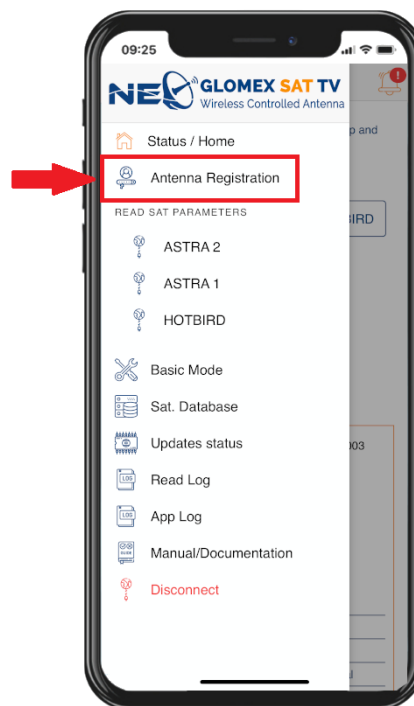

Fig. 46
- Cliquez sur « Enregistrement de l'antenne » (Fig. 46).